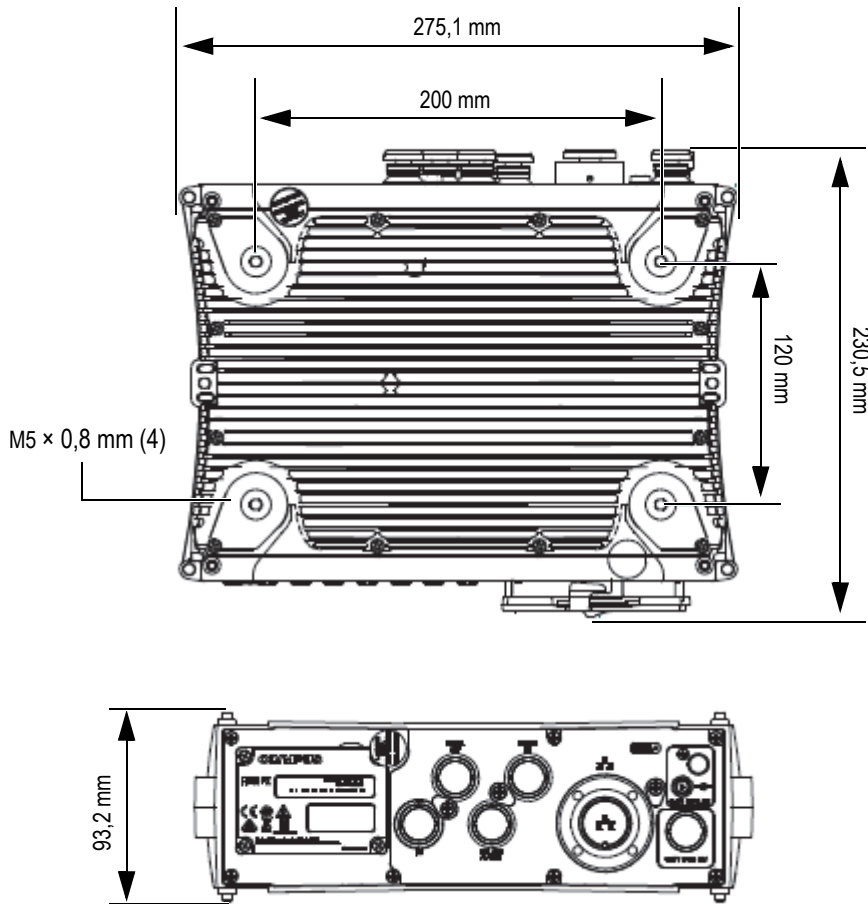

Figura 2-6 Roscas de montagem e medidas
- ◆ Fixe a unidade FOCUS PX ao escâner usando quatro dos parafusos M5 que vêm instalados em orifícios na parte superior e inferior do instrumento (Figura 2-6 na página 37). A profundidade da rosca é de 9 mm.